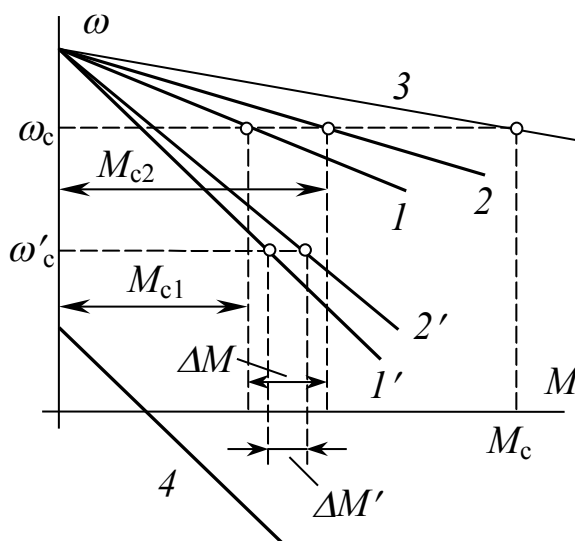
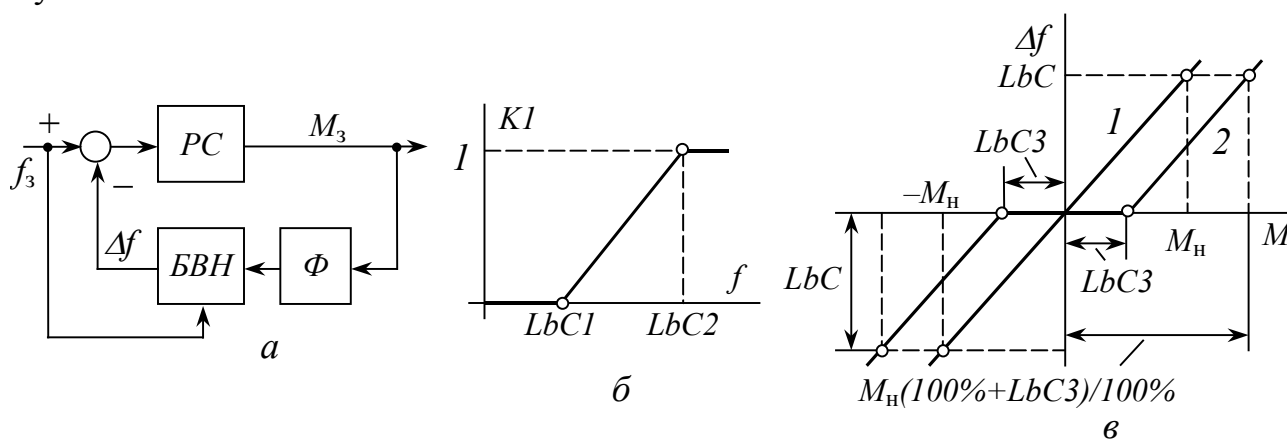

Рис. 6.6 Распределение нагрузок в двухдвигательном приводе
Рис. 6.7 Автоматическое выравнивание нагрузок
стко связаны, то их скорости равны, а нагрузка между ними может быть распределена неравномерно вследствие неидентичности параметров двигателей, ПЧ и систем управления. Пример механических характеристик для подобной ситуации приведен на рис. 6.6 (цифрами обозначены механические характеристики: 1 – первого привода; 2 – второго привода; 3 – суммарная). Как видно, моменты на валу двигателей ( $M_{c1}$  и  $M_{c2}$ ) различаются. Одним из способов выравнивания нагрузок является смягчение механических характеристик (линии 1' и 2'). Благодаря этому разность моментов уменьшается от  $\Delta M$  до  $\Delta M'$ . В ПЧ *Altivar 71* смягчение механических характеристик обеспечивается с помощью отрицательной обратной связи по заданному моменту (рис. 6.7а). Блок выравнивания нагрузки (БВН), исходя из задания на момент, вычисленного ПЧ, формирует сигнал коррекции задания на частоту  $\Delta f$ , пропорциональный заданному моменту. Этот корректирующий сигнал вычитается из задания на частоту (рис. 6.7а). Функция выравнивания нагрузки активизируется с помощью параметра LbA, [Load sharing], [Выравнивание нагрузки] меню [1.4 MOTOR CONTROL], [1.4 ПРИВОД]. Параметр доступен лишь для закона частотного управления Ctt, [Motor control type], [Закон управления двигателем], не равного FUC, [FVC] и имеет значения:
После активизации LbA следует выбрать интенсивность канала выравнивания нагрузки (т.е., коэффициент передачи БВН, см. линию 1 на рис. 6.7в). Она определяется значением параметра LbC, [Load correction], [Коррекция нагрузки], численно равного приросту частоты  $\Delta f$  при моменте, равном номинальному.
(коррекция на очень низкой скорости может привести к вращению вала, см. механическую характеристику 4 на рис. 6.6);
- LbF, [*Sharing filter*], [*Фильтр выравнивания нагрузки*] – постоянная времени фильтра в канале обратной связи по моменту ( $\Phi$  на рис. 6.7а), предотвращающего автоколебания при наличии упругостей в кинематической цепи привода.
Благодаря ненулевому смещению момента (параметр LbC3) статическая характеристика БВН принимает вид ломаной 2 на рис. 6.7в, а влияние параметров LbC1 и LbC2 изменяет ее наклон (т.е., интенсивность смягчения механических характеристик) в зависимости от текущей частоты.